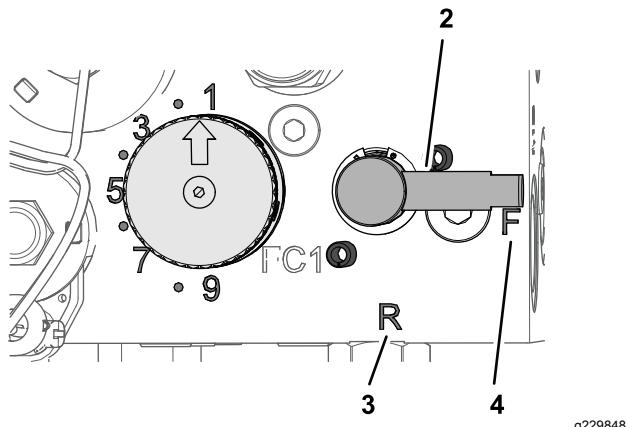

図 54
4. バックラップレバーを逆転R位置にセットする図 54。
5. リール速度ノブを 1 にセットする図 54。